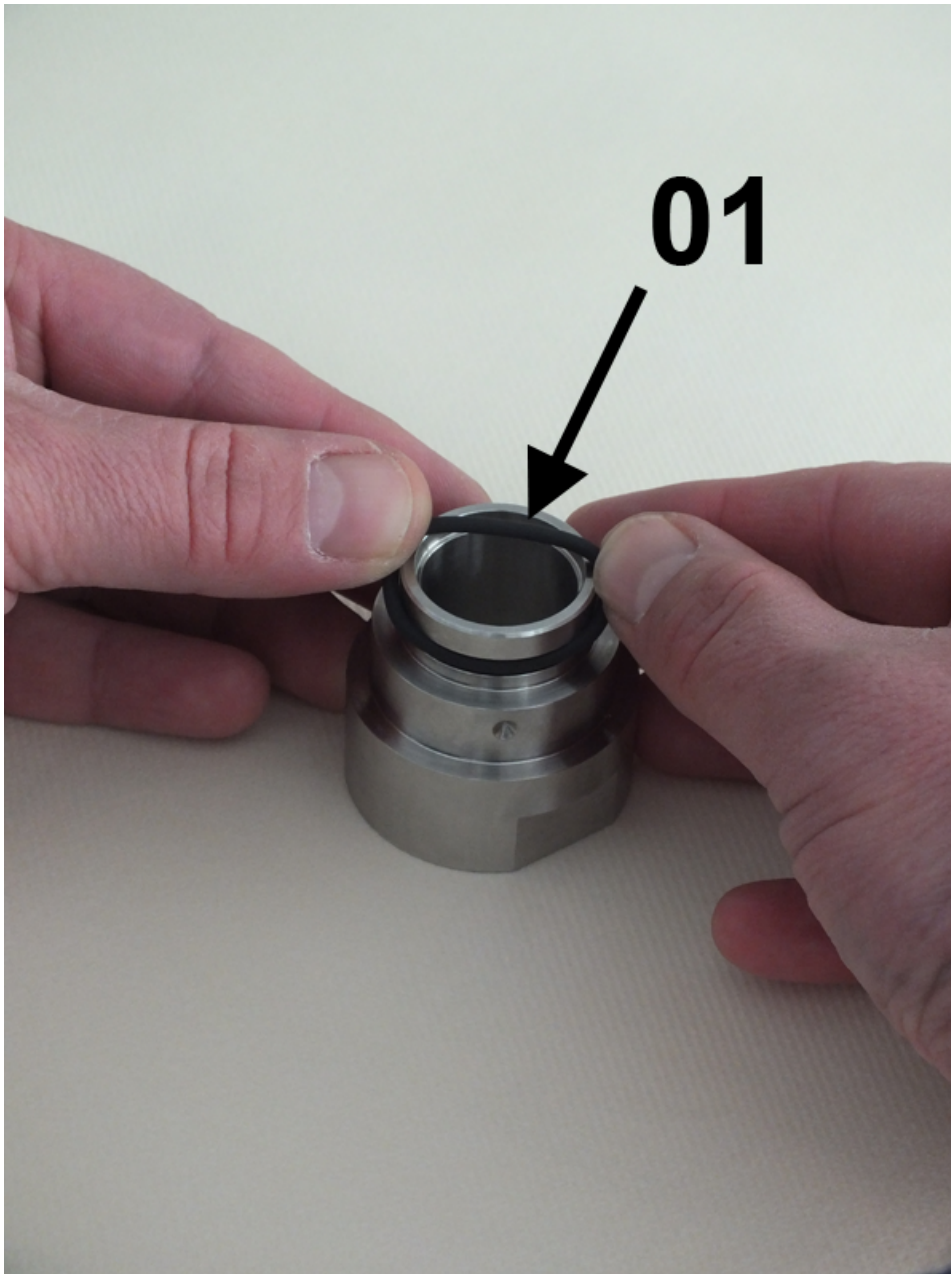
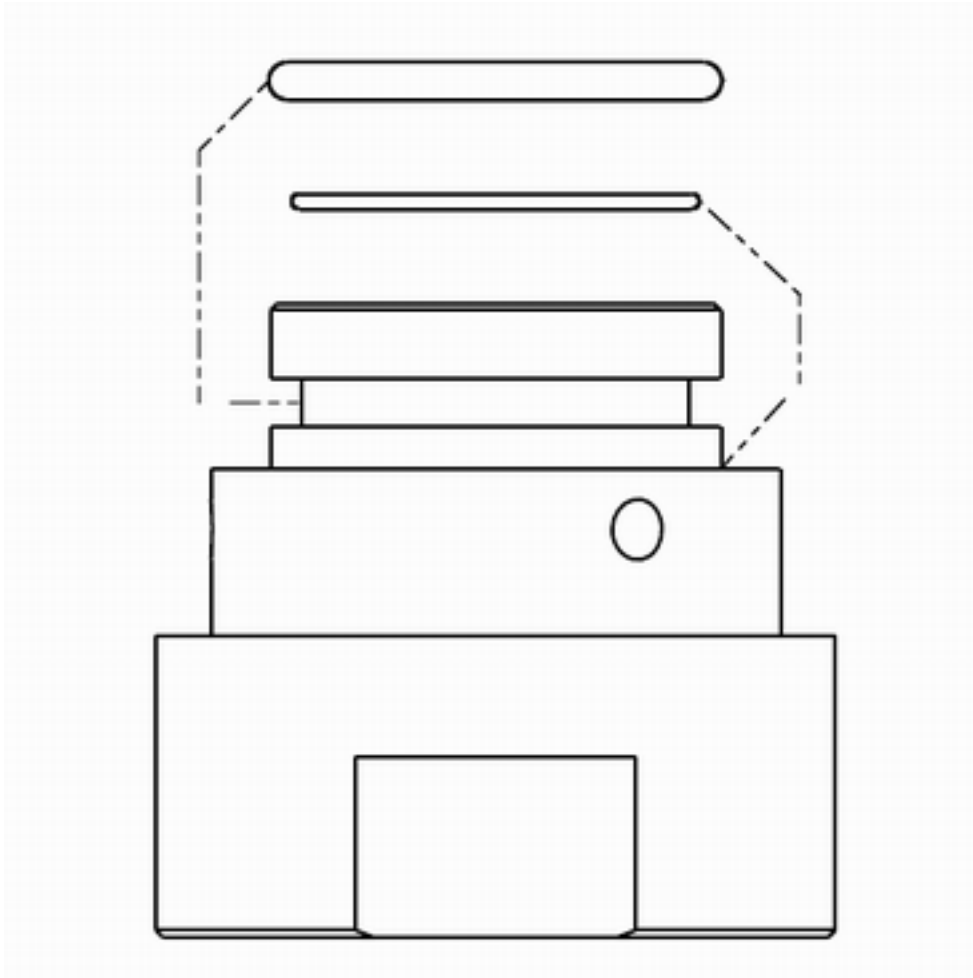

Abb. 46: O-Ring (Dichtung)
Abb. 48: Position der O-Ringe
- 1.** → O-Ring (Dichtung) vorsichtig auf die Verschraubung aufziehen (*Abb. 46/01*), so dass er im oberen O-Ring-sitz der Verschraubung sitzt (*Abb. 48*). Dabei darauf achten, dass der O-Ring nicht überdehnt wird
2. → O-Ring (Glaspuffer) vorsichtig auf die Verschraubung aufziehen (Abb. 47/01), so dass er im unteren O-Ringsitz der Verschraubung sitzt (Abb. 48). Dabei darauf achten, dass der O-Ring nicht überdehnt wird